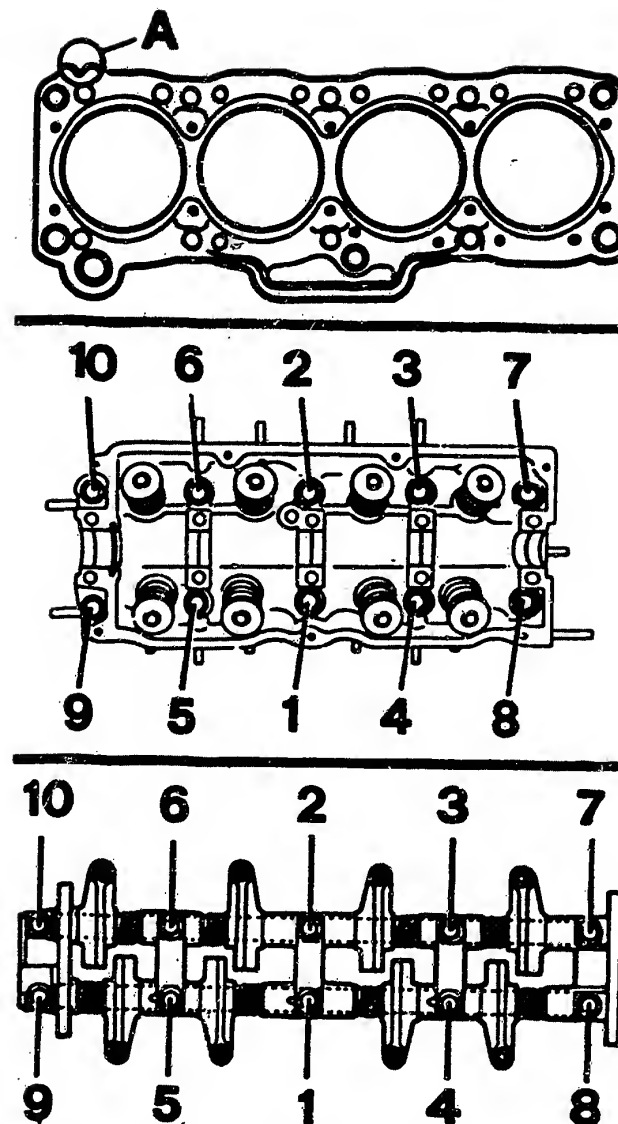

Bild 5 Oben: Markierung der Zylinderkopfdichtung für den 2,0l-Motor FE.
c) Die **Zylinderkopfdichtung** ist trocken aufzulegen. Da für den 2,0l-Motor verschiedene Dichtungen eingebaut sind, ist auf die Markierung für den FE-Motor zu achten (Bild 5). Beim Einsetzen der Zylinderkopfschrauben sind die Unterslagscheiben nicht zu vergessen. Der Anzug erfolgt in der korrekten Reihenfolge in mehreren Stufen bis auf 80...86 Nm bei kaltem Motor.
d) Die **Nockenwelle** ist fünffach im Zylinderkopf gelagert. Die Lagerdeckel dienen gleichzeitig zur Aufnahme der Kipphebelachsen. Bei deren Anzug ist die Reihenfolge in Bild 5 zu beachten. Durch Bestimmen der Nockenhöhe lässt sich die Nockenwelle auf Verschleiss prüfen. Die minimalen Masse betragen 37,957mm am Einlass- und 37,960mm am Auslassnocken. Die Durchbiegung der Nockenwelle darf maximal 0,03mm betragen.